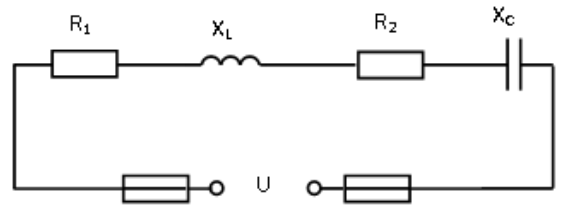

Рис.15
2. Дана неразветвленная цепь переменного тока (рис.15). Определить полное сопротивление цепи Z , силу тока I , напряжение U , активную P и полную S